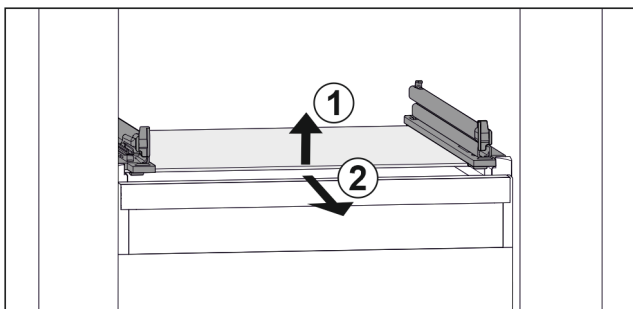

Fig. 46 Примерное отображение стеклнной пластины
- ▶ Приподнимите стеклнную пластину спереди. Fig. 46 (1)
- ▶ Извлеките стеклнную пластину движением вперед. Fig. 46 (2)